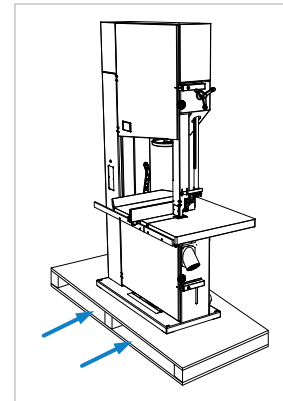

Figure 7 : transport
- Introduire les fourches d'un chariot élévateur entre les palette (voir ⇒ Figure 7), soulever la machine uniquement de quelques centimètres puis la transporter jusqu'au site d'installation.